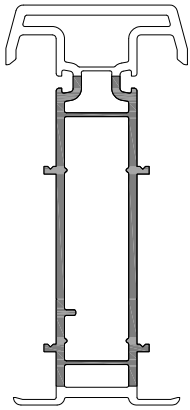

Abb. 1
- Fügen Sie die H-Kopplung mit Verklotzung, Kompribändern **Z030**, und die beiden Rahmenprofile zusammen und fixieren Sie die Profile in dieser Lage (Abb. 1).
- Zum Höhenausgleich der Rahmenprofile mit der H-Kopplung **88605**, wird hier die halbierte Anschlagleiste **91130** (siehe Seite 17 Abb. 1) mit Quellschweißkleber dicht eingeklebt.
Die Kopplung nach Vorgaben (Abb. 1), oben und unten befräsen.
Befräste Kopplung nach Variante 1 (siehe Seite 11, Abb. 1) verschrauben. Dichtpad mit der Klebseite nach unten anbringen.